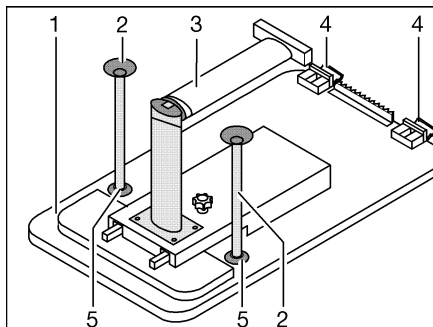

Fig. 101 Struttura di supporto letto
- Sollevare leggermente il piano del tavolo (Fig. 101,1) in avanti.
- Sbloccare il piede del tavolo (Fig. 101,3) sul giunto e ripiegarlo.
- Ruotare il piano del tavolo di circa 45° verso l'alto e sganciare i supporti (Fig. 101,4) dalla guida di supporto superiore.
- A seconda del modello, inserire i due montanti di supporto aggiuntivi (Fig. 101,2) negli alloggiamenti (Fig. 101,5) sul lato inferiore del piano del tavolo.